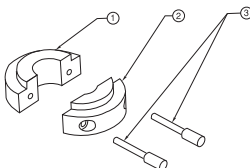

Abbildung 3
1. Legen Sie die beiden Teile der Infusionsstativklemme (siehe Nr. 1 und 2 in Abb. 3) um das Stativ.